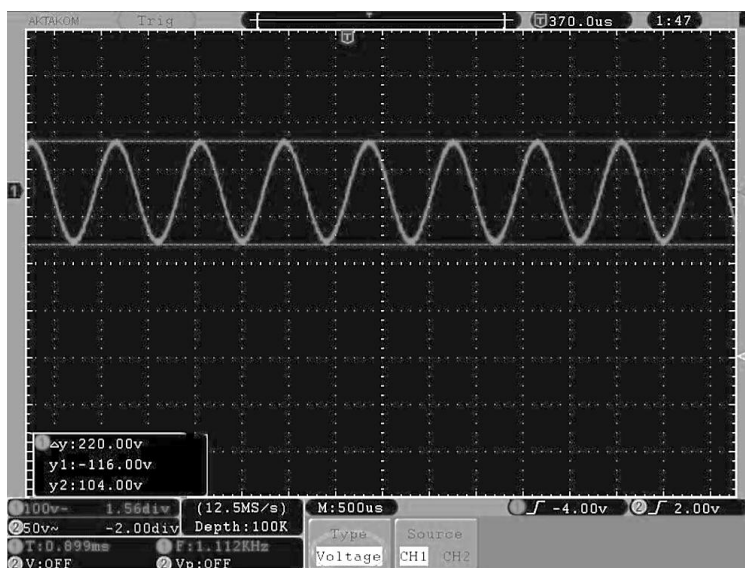

Рис.5.4. Курсорные измерения в амплитудной области
6. Результат курсорных измерений отображается в отдельном окне в нижнем левом углу экрана (рис. 5.4).